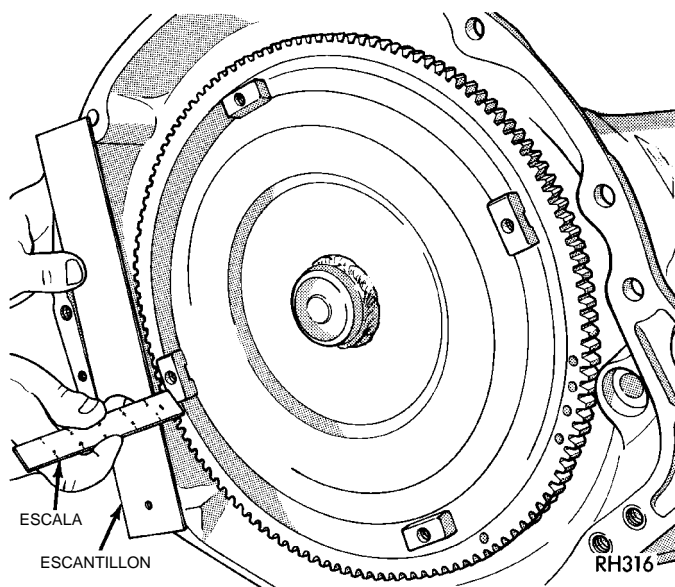

Fig. 17 Método característico de verificación del asentamiento del convertidor
(3) Lubrique la maza de guía del convertidor con líquido de la transmisión.
(4) Alinee el convertidor y la bomba de aceite.
(5) Inserte cuidadosamente el convertidor en la bomba de aceite. Gire luego el convertidor hacia adelante y atrás hasta que asiente completamente en los engranajes de la bomba.
(6) Verifique al asentamiento del convertidor con una escala de acero y una regla de trazar (Fig. 17). Cuando el convertidor está completamente asentado, la superficie de las orejetas del convertidor debe estar a 12 mm (1/2 pulg.) de la parte posterior de la regla de trazar.
(7) Sujete temporalmente el convertidor con el gato de carpintero.